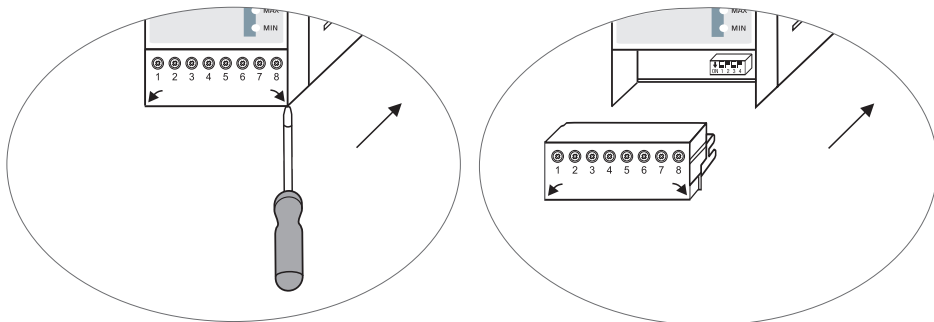

Bild 9
- Dra av den nedre och den övre kopplingsplinten. **Bild 9**